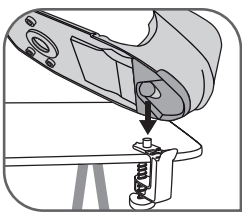

Fig.2
- Rögzítse a lábazatot az EasyFix rendszerre – **fig.2. és 3.**